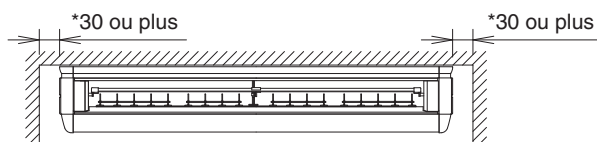
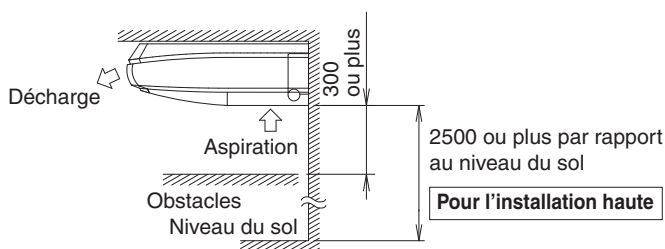

Fig. 1
Fig. 2
**(1) Sélectionnez l'emplacement d'installation qui répond aux conditions suivantes et obtenez l'approbation du client.**
- Où un espace suffisant pour l'installation et l'entretien est assuré. (Reportez-vous aux Fig. 1 et Fig. 2)